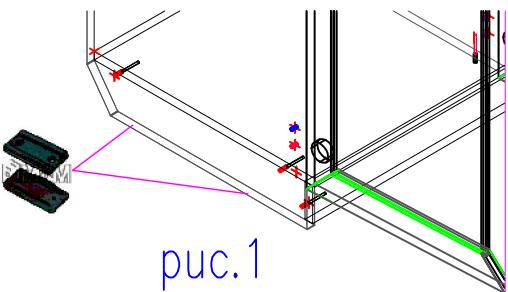

рис.1
- 1.На торцы деталей 1,2 согласно схемы сборки установить подпятники Ф №1(рис.1)